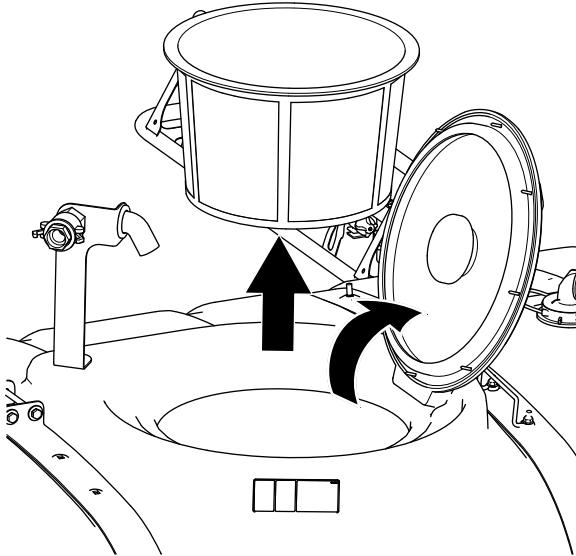

Рисунок 16
- Откройте крышку основного бака и снимите корзину сетчатого фильтра (Рисунок 16).